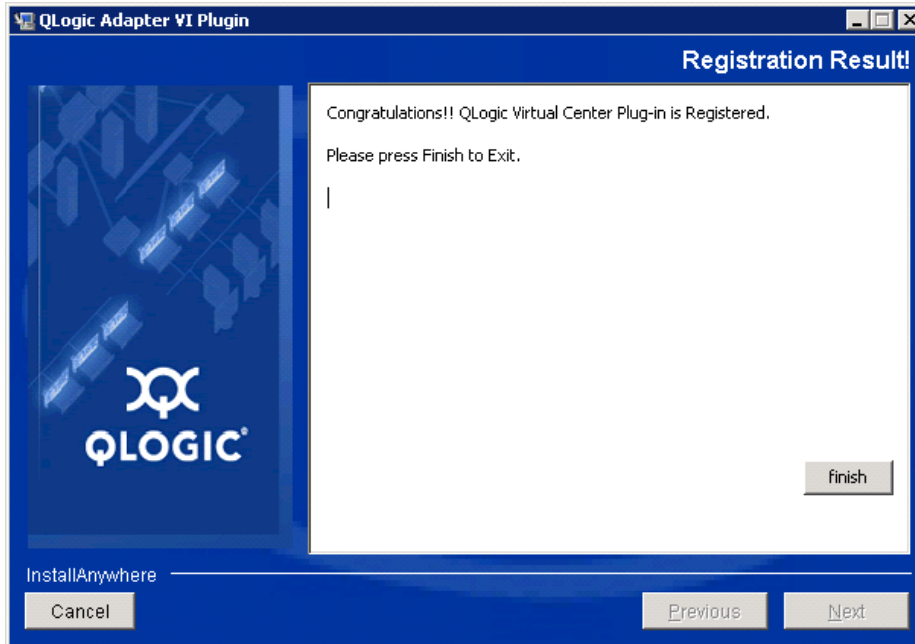

Ilustración 2-16. QLogic Adapter VI Plug-in Wizard: Registration Result (Asistente del complemento del adaptador VI de QLogic: Resultado de registro)
6. Cuando aparezca la ventana Registration Result (Resultado de registro) (Ilustración 2-16), haga clic en **Finish** (Finalizar) para salir.